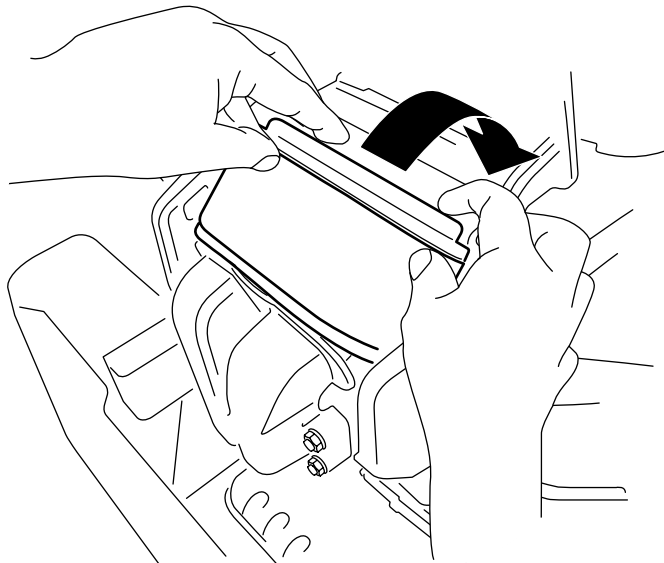

Figura 44
3. Ruotate il filtro nella camera e innestatelo completamente contro il collettore (Figura 44).